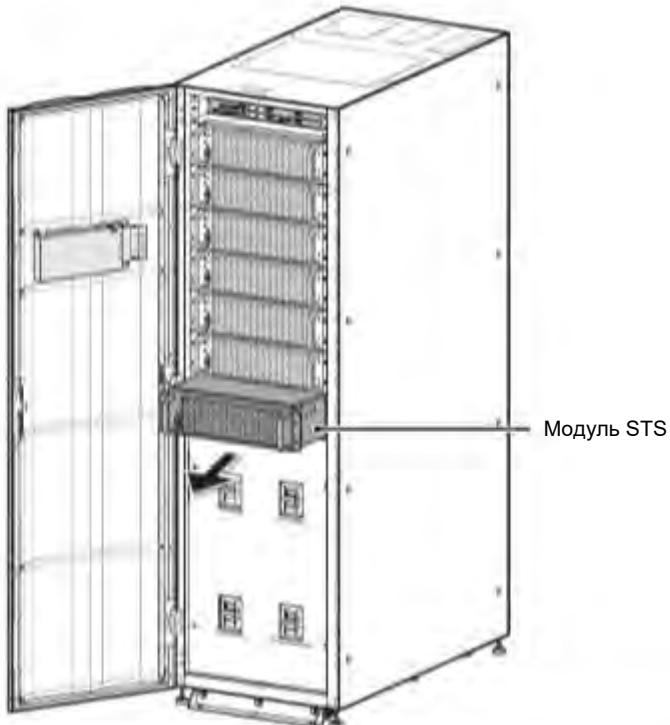

Рисунок 5-40: Демонтаж модуля STS
- 3) Выдвиньте модуль STS из слота (понадобится два человека), см. Рисунок 5-40. Когда модуль дойдет до упора, нажмите замок (см. Рисунок 5-41) на левой стороне модуля STS для продолжения извлечения его из шкафа ИБП.